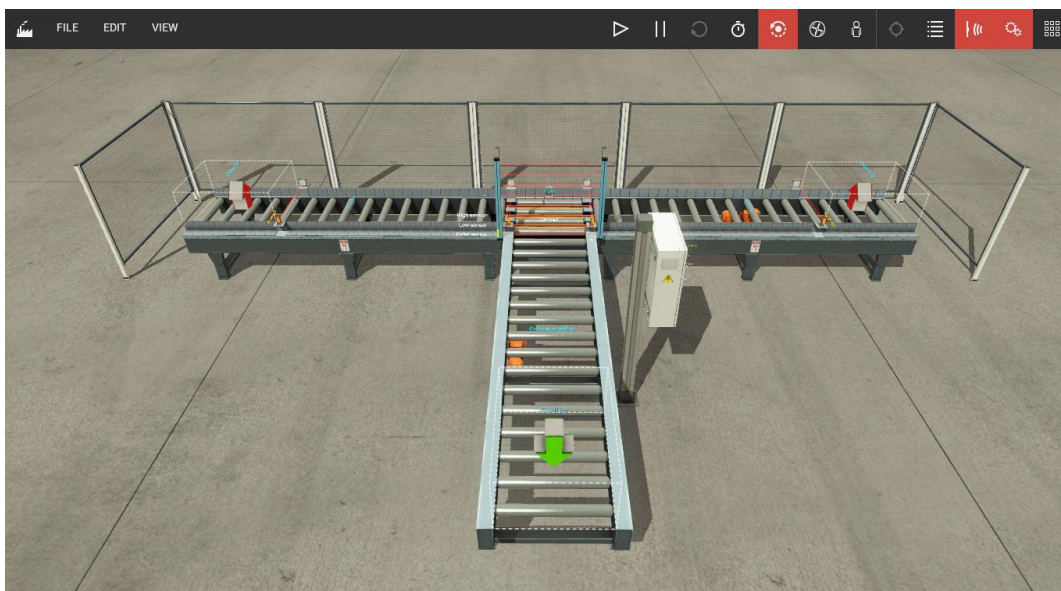

Рис.1. Сцена «Sorting by Height»
2.15. Повернутись до «Factory I/O» та до відповідної сцени («Sorting by Height», рис.1).